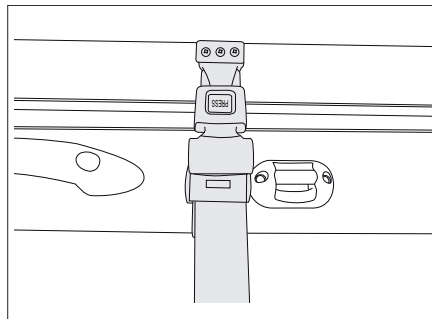

Fig. 136 Ceinture de sécurité du lit escamotable manuel
- Détacher la ceinture de sécurité (Fig. 136).
- Mettre en place la ceinture de sécurité (Fig. 136).